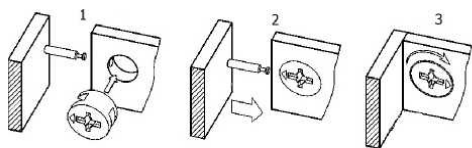

Рис. 4 - Соединение эксцентриковой стяжкой
2.2 Соберите шкаф, соединив детали между собой, завернув эксцентрики в нижнем щите (2), щитах жесткости (7), бруске жесткости (8) до плотного присоединения деталей. (Рис.4).